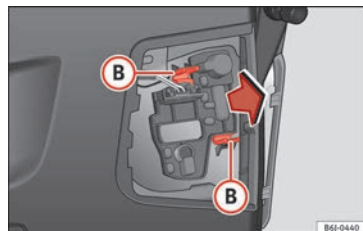

Fig. 201 Démontage du support d'ampoules.
- Démontez le support d'ampoule en appuyant sur le clip de fixation (B) » fig. 201 et en le retirant vers l'extérieur.